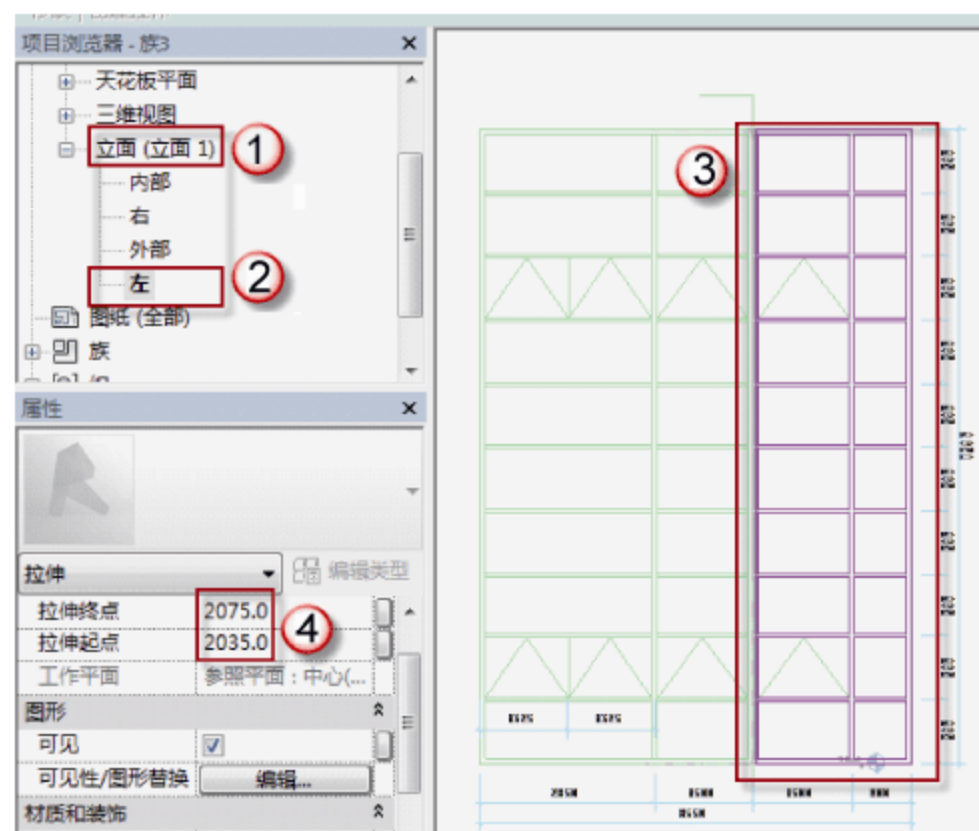

图 7.2.16 MQ6596 转角幕墙窗框的位置及厚度
(14) 绘制 MQ6596 幕墙窗框。选择“项目浏览器”中的“立面 (立面 1)”→“左”选项，可以进入 MQ6596 的左部立面视图，选择“创建”→“拉伸”命令，进入“修改 | 编辑拉伸”界面，用菜单中的绘制工具绘制 MQ6596 幕墙窗框，如图 7.2.16 所示。在“属性”面板中，在“拉伸终点”中输入“2075”字样，在“拉伸起点”中输入“2035”字样，完成后，单击√按钮完成绘制。